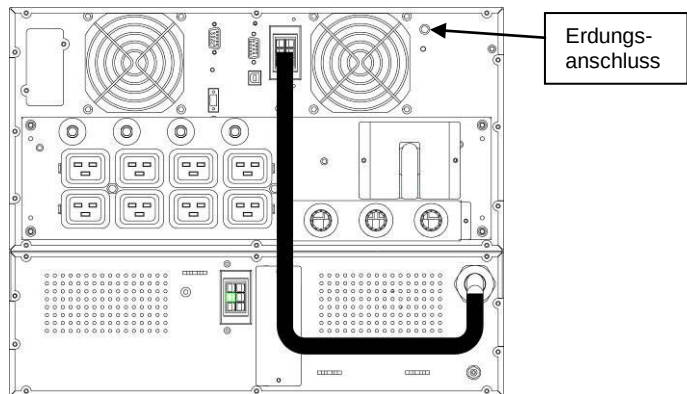

Abbildung 11: XANTO S 10000 mit BP, Rackeinbau (Rückansicht)
1. Schließen Sie jedes Batteriepaket am Erdanschluss (Schraube auf der Rückseite) mittels eines zusätzlichen Kabels (mind. AWG 8) an Erdpotenzial an (siehe Abbildung 11).
2. Verbinden Sie alle Steckverbindungen zwischen den Batteriepaketen und der USV-Anlage (siehe Abbildung 11). Bis zu vier Batteriepakete können an die USV-Anlage angeschlossen werden.